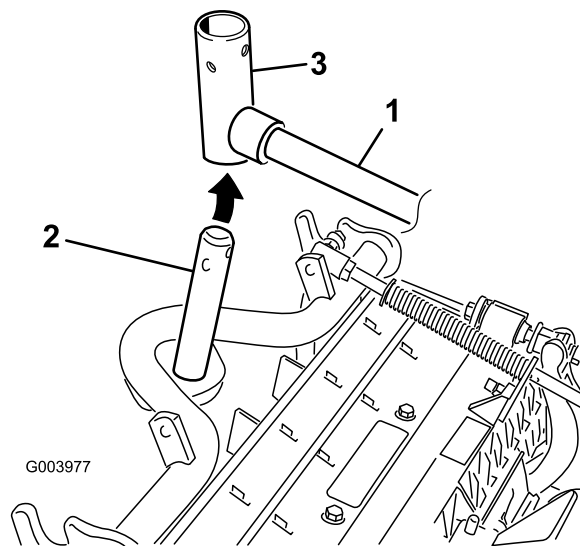

图11
8. 对于前滚刀组，把滚刀组滑到提升臂下方（图11），并将承载架轴向上插入提升臂轴枢。
- B. 将提升臂枢轴插入承载架轴的上方（图11）。